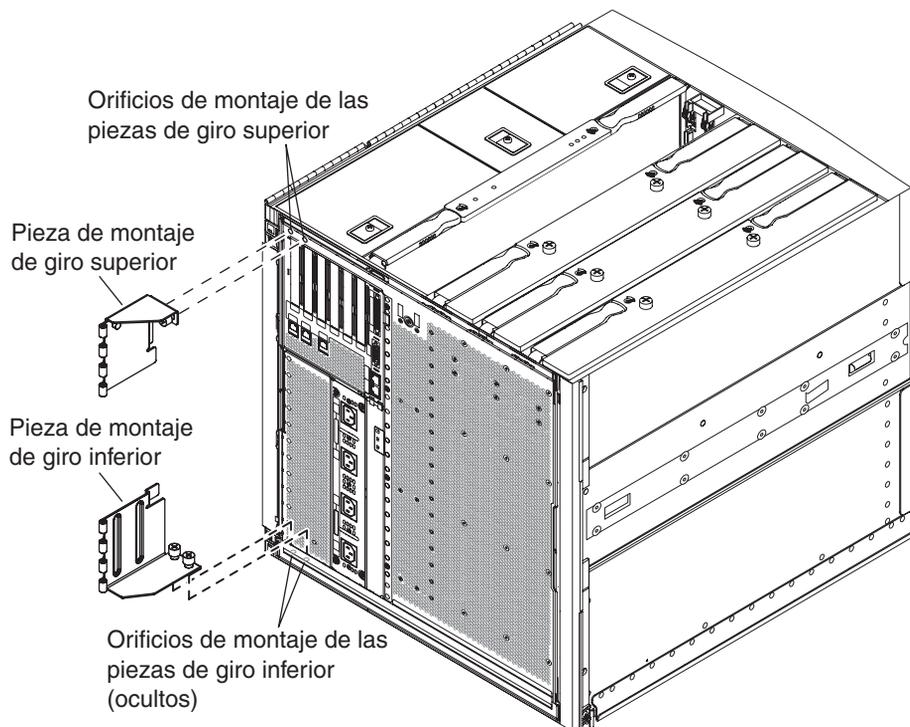
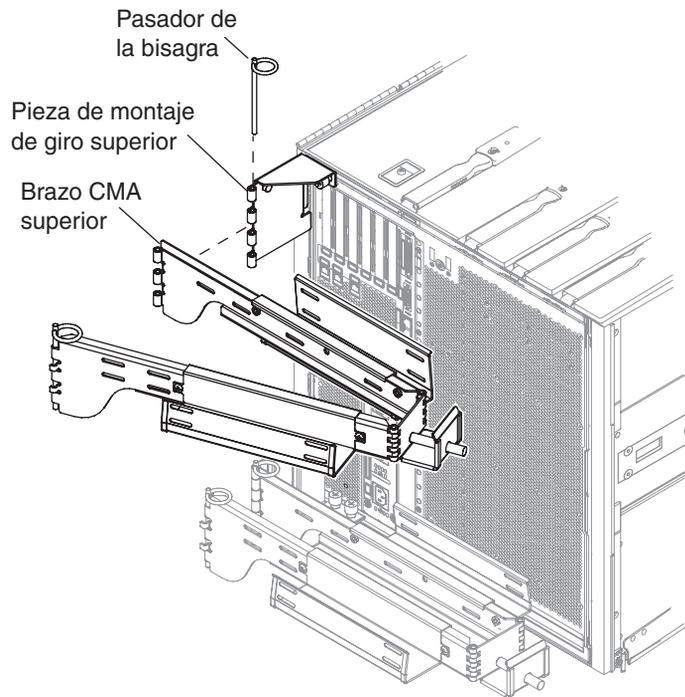
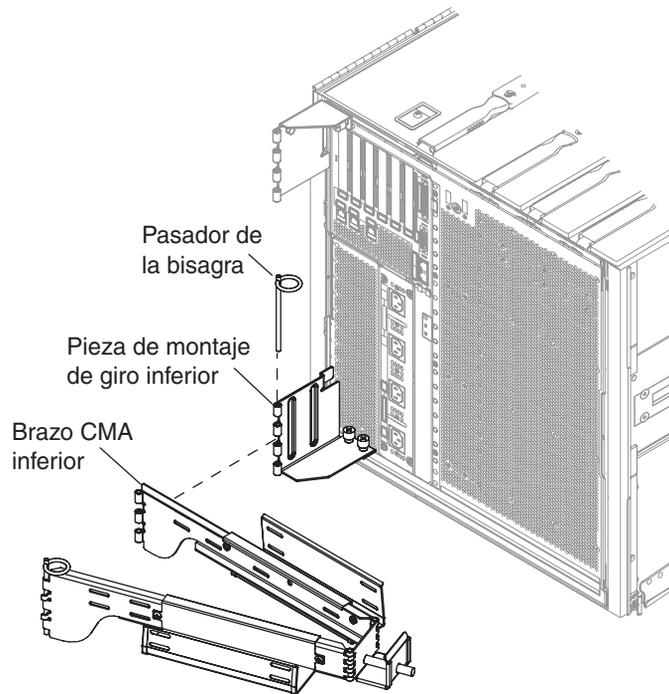

FIGURA 1-20 Orificios de montaje de las piezas de giro superior e inferior
FIGURA 1-21 Montaje de la abrazadera CMA superior y la pieza de giro
FIGURA 1-22 Montaje de la abrazadera CMA inferior y la pieza de giro
2. Fije la pieza de giro en el extremo superior izquierdo del chasis utilizando los dos tornillos prisioneros. Consulte la FIGURA 1-20 y la FIGURA 1-21.
4. Fije la pieza de giro en el extremo inferior izquierdo del chasis utilizando los dos tornillos prisioneros. Consulte la FIGURA 1-20 y la FIGURA 1-22.